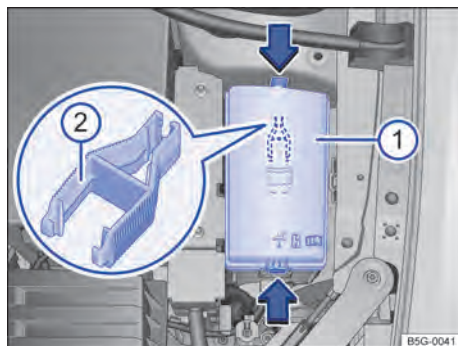

Fig. 175 No compartimento do motor: cobertura 1 da caixa de fusíveis com pinça de plástico 2.
- Pressionar as travas no sentido da seta → Fig. 175 1, para destravar a cobertura da caixa de fusíveis.
No lado interno da cobertura da caixa de fusíveis no compartimento do motor pode haver uma pinça de plástico → Fig. 175 ② para a retirada dos fusíveis.